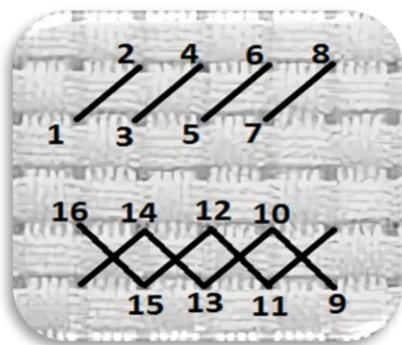

Рис. 1.4. Вышивка крестом первого горизонтального ряда
1. Горизонтальный ряд одного цвета выполняется косыми стежками слева направо с последующим их покрытием справа налево, как показано на рис. 1.4.